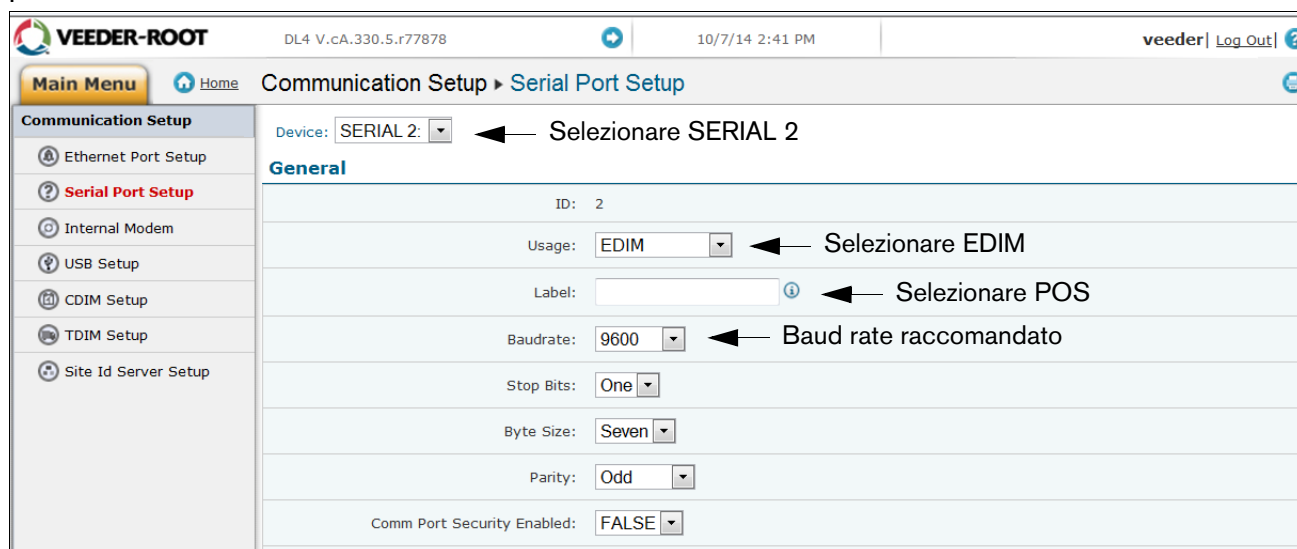

Figura A-5. Setup porta seriale, SERIALE 2
8. Fare clic su "Setup porta seriale" (1), selezionare "SERIALE 2" nel campo "Dispositivo". Utilizzare questa connessione per il collegamento al POS e immettere "POS" come etichetta. Impostare i parametri di configurazione corretti per il POS mediante i menu a discesa. Fare clic sul pulsante "Salva" per mantenere le impostazioni configurate (vedere l'esempio nella Figura A-5).